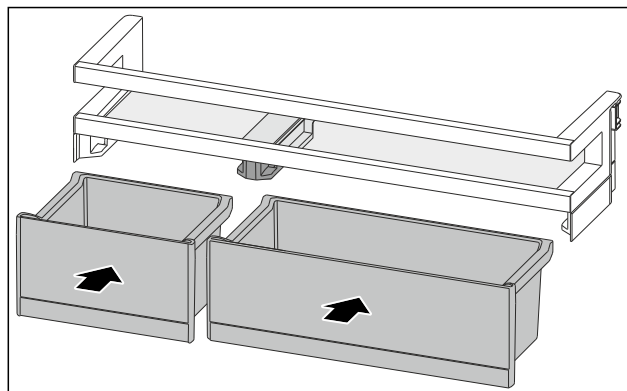

Fig. 115
- Inserire i VarioBox in posizione scambiata. (vedere Fig. 115)